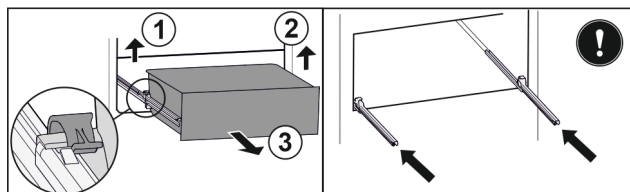

Fig. 121
- ▶ 提起左侧夹子，同时将抽屉左侧向前拉。 Fig. 121 (1)
- ▶ 提起右侧夹子，同时将抽屉右侧向前拉。 Fig. 121 (2)
- ▶ 朝前取出抽屉。 Fig. 121 (3)